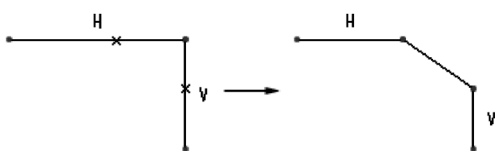

图 2-31 在两个图元之间创建倒角
- 2) 选取两个图元，则在这两个图元之间创建一个倒角，如图 2-31 所示。